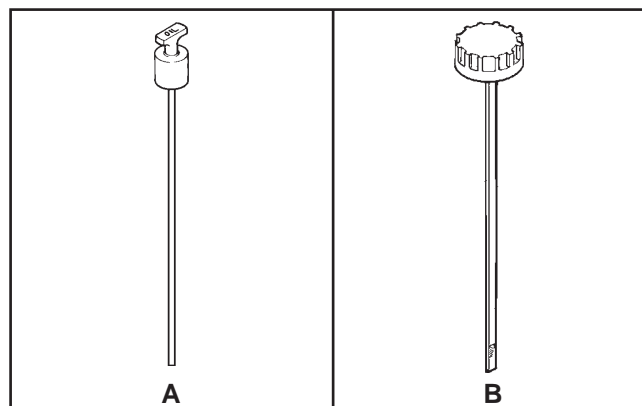

Abbildung 6-2. Ölstand überprüfen.
Führen Sie den Messstab in die Öffnung ein und drücken Sie auf das Rohr. Siehe Abbildung 6-2 (A).
Führen Sie den Messstab in die Öffnung ein und legen Sie den Öleinfülldeckel auf das Rohr. Schrauben Sie den Deckel nicht auf. Siehe Abbildung 6-2 (B).